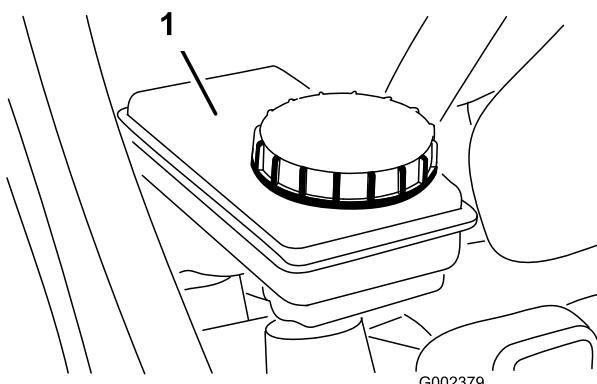

Figura 23
- Il livello del fluido deve raggiungere la linea di pieno sul serbatoio (Figura 23).